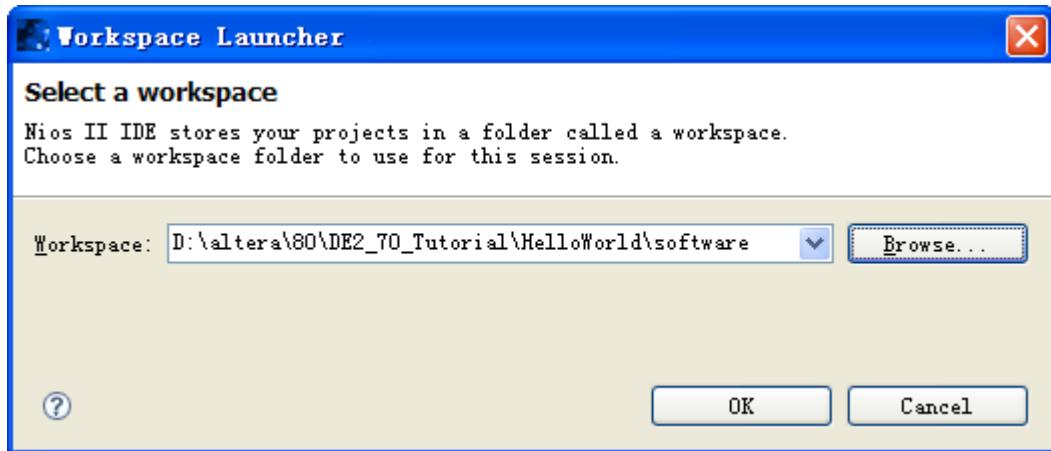

图 6-10 工作区选择
14. 打开 NIOS II IDE 软件。第一次打开的时候会提示选择工作空间。也可在程序打开后选择菜单栏 File -> Switch Workspace... 以选择一个合适的工作空间。如果仅仅在一台电脑上做开发，选择默认工作空间即可，但如果需要经常移动开发平台，最好还是保存到工程目录下，和软件源码放在一起。这里我们选择..\\HelloWorld\\Software，如图 6-10 所示。